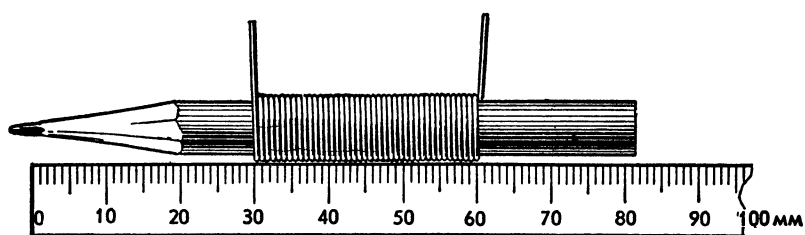

Рис. 16. Измерение диаметра тонкой проволоки.
- 4) Измерить по масштабной линейке длину обмотанной части палочки (рис. 16).